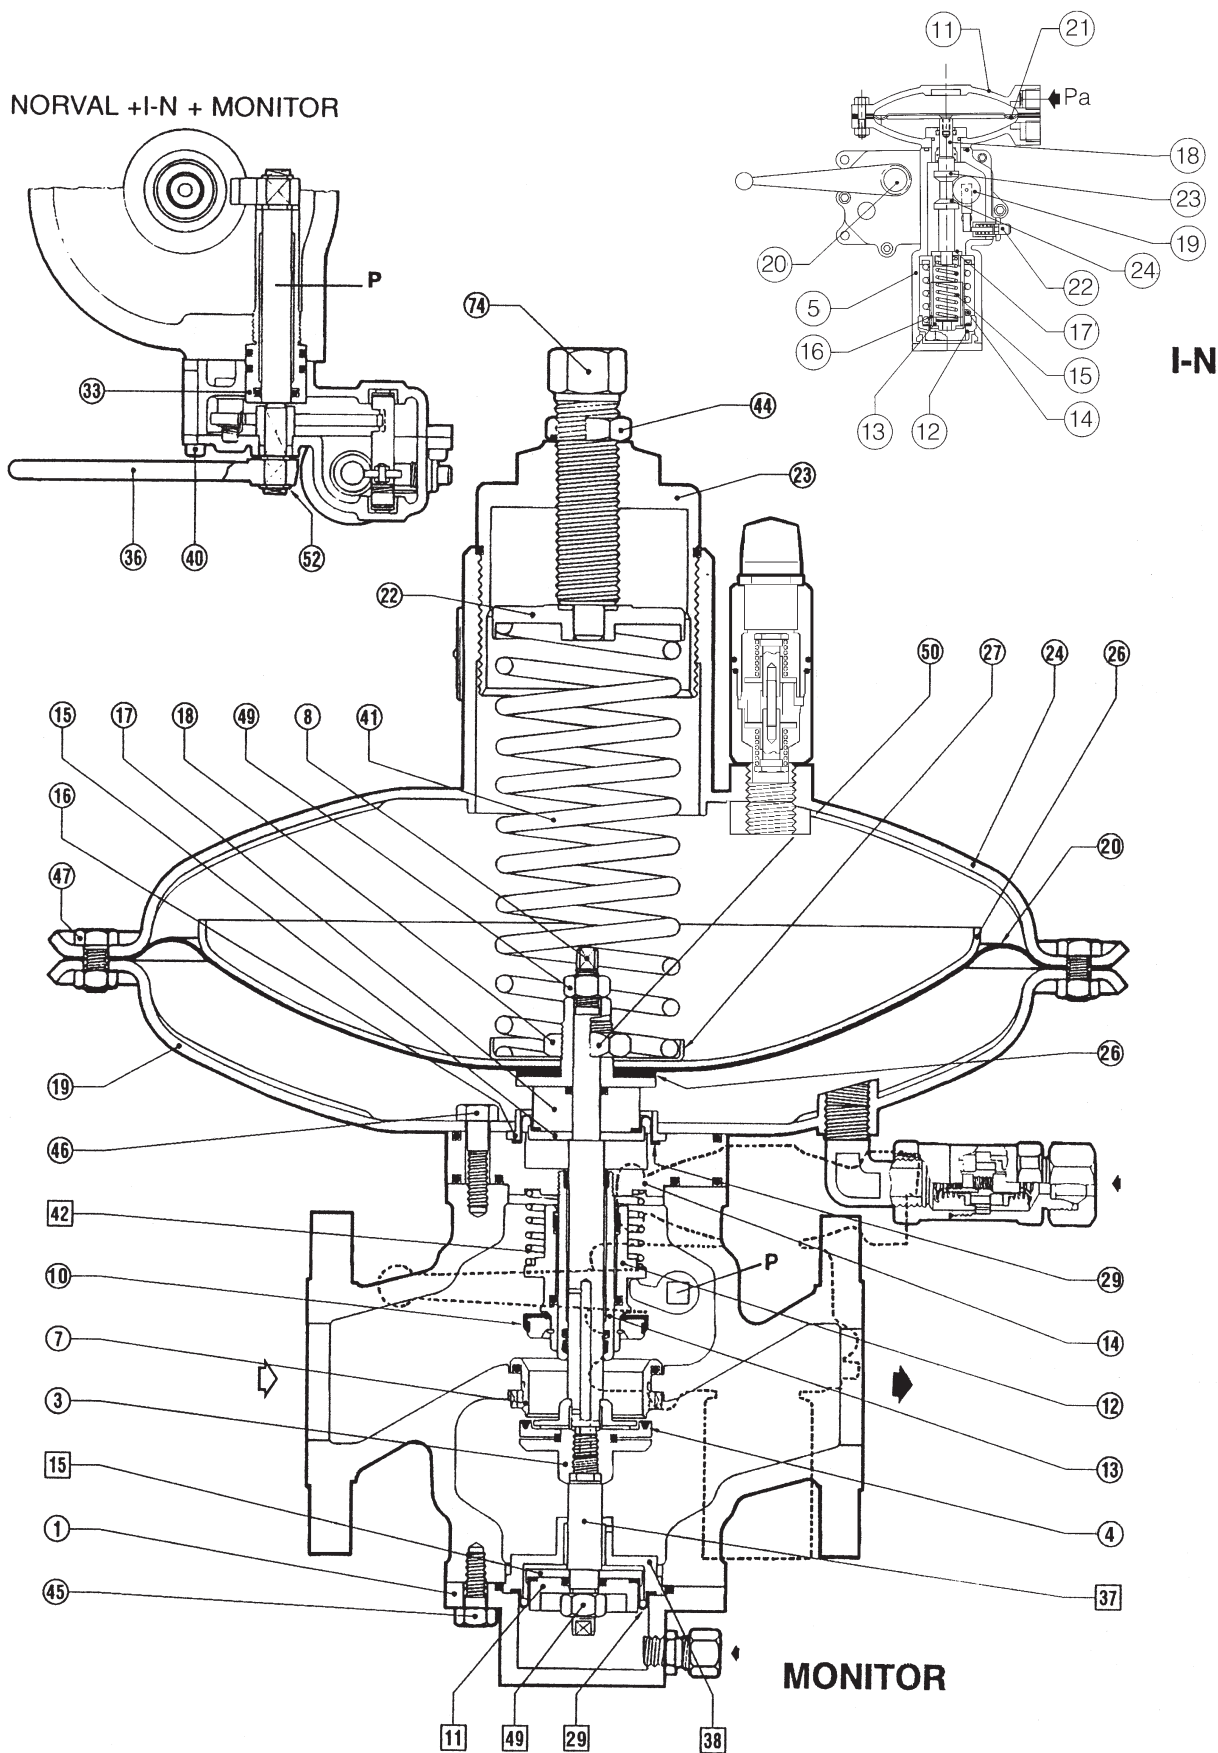

Fig. 19
**(Le posizioni si riferiscono alla fig. 19)**
- 2) Allentare le viti di fissaggio pos. 50 della flangia inferiore.
- 3) Togliere la flangia inferiore pos. 1 .
- 4) Svitare il dado pos. 49 agendo con un colpo, togliere il disco protezione pos. 11 , la membrana di bilanciamento pos. 29 , l'anello di bloccaggio pos. 15 e la flangia di bloccaggio pos. 38 .
- 5) Svitare lo stelo di bilanciamento pos. 37 agendo con un colpo secco.
- 6) Togliere la guarnizione armata pos. 4 svitando il supporto guarnizione pos. 3 agendo con un colpo secco.
- 7) Allentare il dado di bloccaggio pos. 44 .
- 8) Allentare la vite di regolazione pos. 74 fino alla sua estrazione.
- 9) Svitare e togliere il tappo premimolla pos. 23 .
- 10) Togliere la molla di regolazione pos. 41 unitamente al supporto molla superiore pos. 22 .